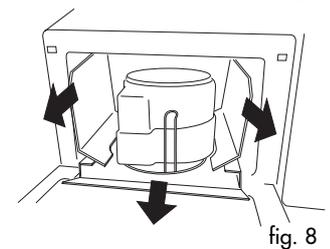

fig. 8
- Estrarre il tutto tirando l'imballo e controllando che le pareti verticali fuoriescano correttamente (fig. 8).
- Estrarre anche il piatto rotante (H) e le sue protezioni. Verificare che il perno del piatto rotante (D) sia inserito correttamente nell'apposita sede del centro del piatto rotante.